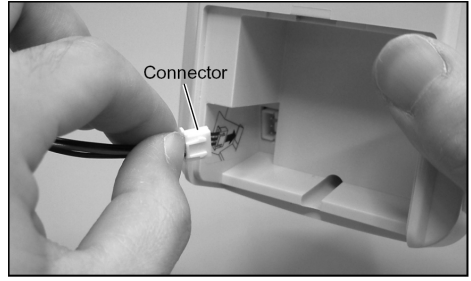

Fig. 14
3. Eski pilleri çıkarınız ve konektöründen tutarak kordonu çekiniz. (fig.14)